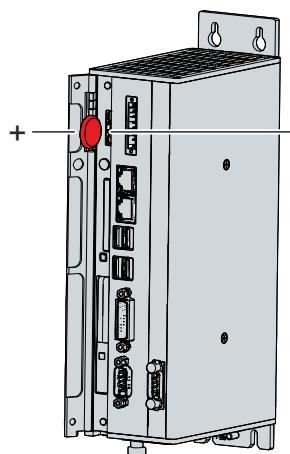

図 24: バッテリの交換
2. 新しい電池を手で挿入してください。極性に注意してください。電池のマイナス極は、産業用PCの電源コネクタの方を向くように挿入してください (図24 参照)。